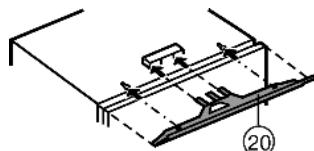

Fig. 8
- ▶ Opvulstrook Fig. 8 (20) in het midden op het apparaat monteren: in de opname schuiven en in de sleutelgaten inhaken.